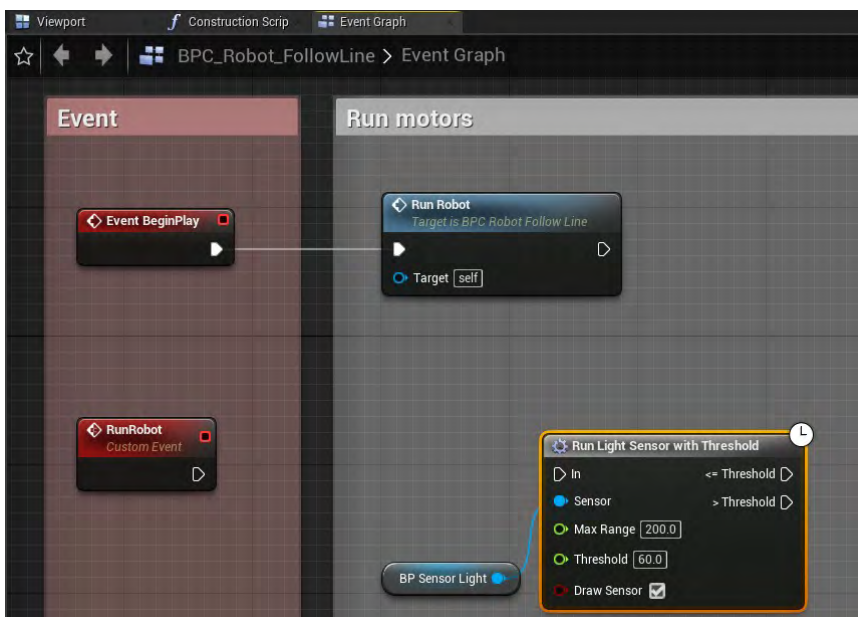

図 3-18
- 「Run Light Sensor with Threshold」という新しい特化型ノードを使用することで、時間を短縮します。この新しいノードは **Run Light Sensor** ノードと似ていますが、条件文が組み込まれています。このノードが光センサーを実行するので、このノードにある **Threshold** の値を変更するだけで済みます (図 3-18 を参照)。